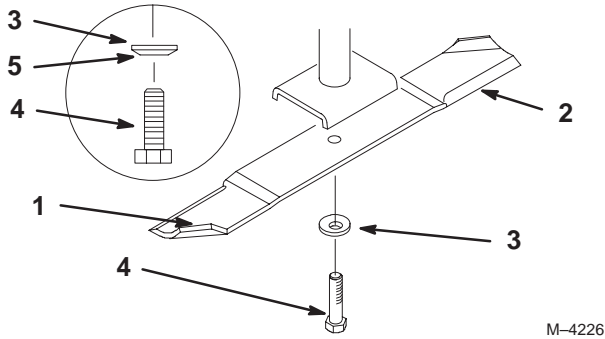

Figure 29
1. Tenez la lame à son extrémité avec un chiffon ou un gant épais. Retirez le boulon, la rondelle élastique et la lame de l'axe de la lame (Fig. 29).
2. Vérifiez l'équilibre de la lame en la plaçant sur un équilibreur (Fig. 28). Si la lame reste horizontale, elle est équilibrée et peut être utilisée. Si la lame est déséquilibrée, limez un peu l'extrémité de la partie incurvée seulement (Fig. 29). Répétez la procédure jusqu'à ce que la lame soit équilibrée.
1. Placez la lame sur l'axe (Fig. 29).
2. Installez la rondelle élastique et le boulon de la lame (Fig. 29). **Serrez le boulon à 115–150 Nm.**